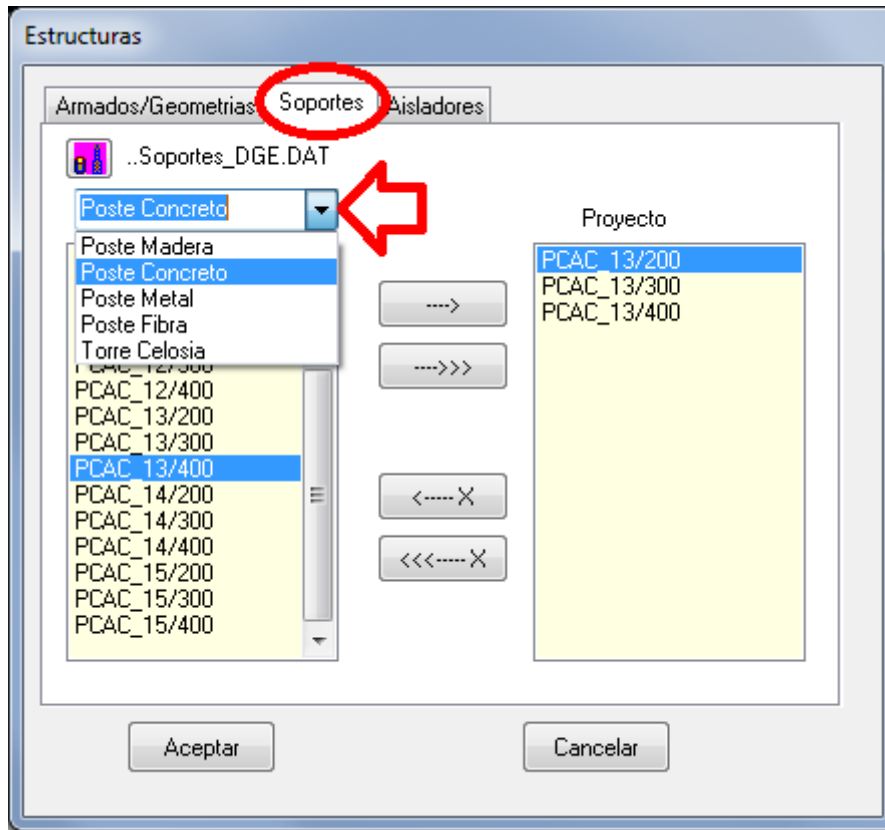

Fig. 5.5
Permite agregar nuevos soportes al proyecto. Para ello se muestra la ventana “Estructuras”. Al lado izquierdo, se presenta la lista de todos los tipos de soportes disponibles en la Base de Datos de Soportes General. (Ver Fig. 5.5).
- Mediante el menú desplegable que aparece al hacer clic con el mouse, se muestra los diferentes tipos soporte. (Ver Fig. 5.5)